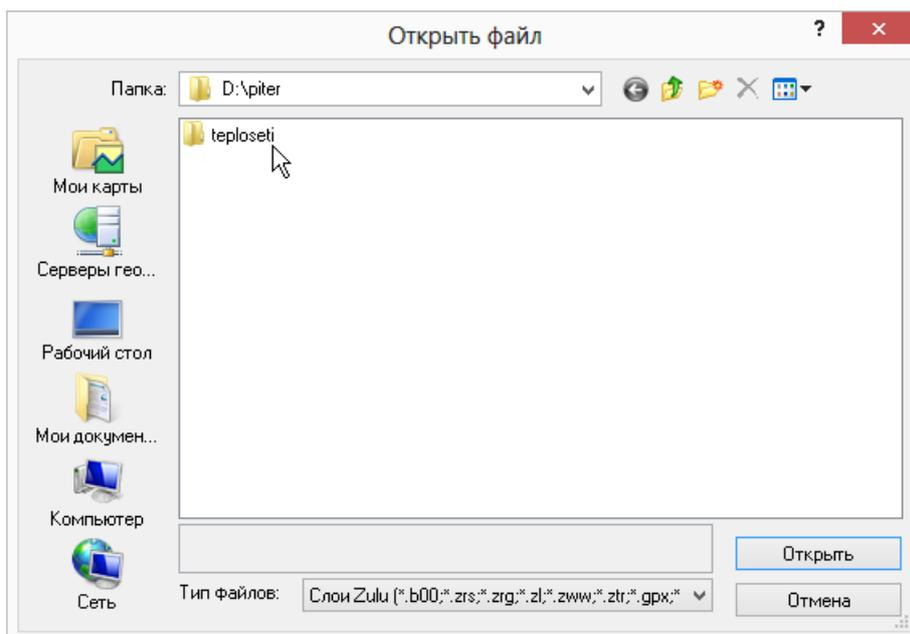

Рисунок 3.10. Диалог выбора слоя
1. Выбрать команду главного меню Карта|Добавить слой, либо нажать кнопку  на панели инструментов. На экране появится диалог выбора слоя. (см. Рисунок 3.10, «Диалог выбора слоя»).